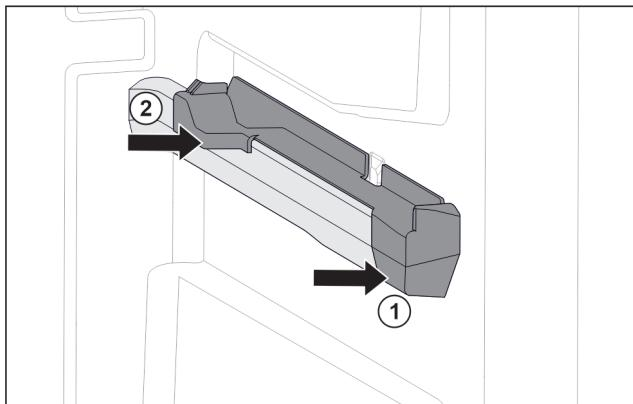

Fig. 76 Вставна частина на правому ребрі для резервуару
- Одягти вставну частину вперед на ребро резервуару. Fig. 76 (1)
- Притиснути вставну частину позаду. Fig. 76 (2)